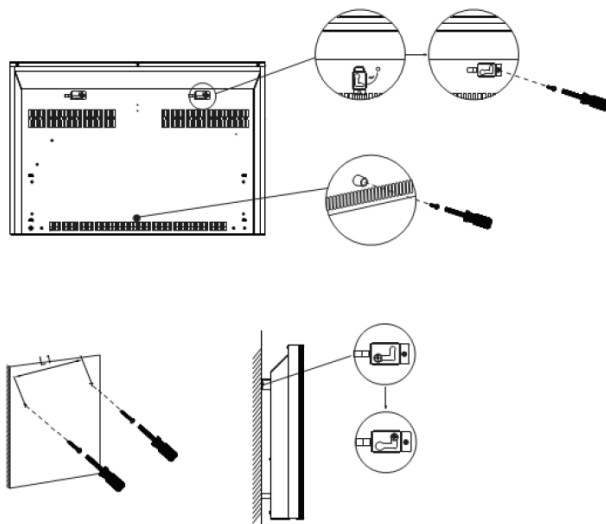

Рисунок 4
6. Присоедините крепежные кронштейны к корпусу конвектора вставив их в отверстия в задней панели, и поверните их против часовой стрелки на 90° , после чего закрепите винтами. Также прикрутите с помощью винта к задней панели конвектора резиновый ограничитель по центру внизу (см. рис. 4).